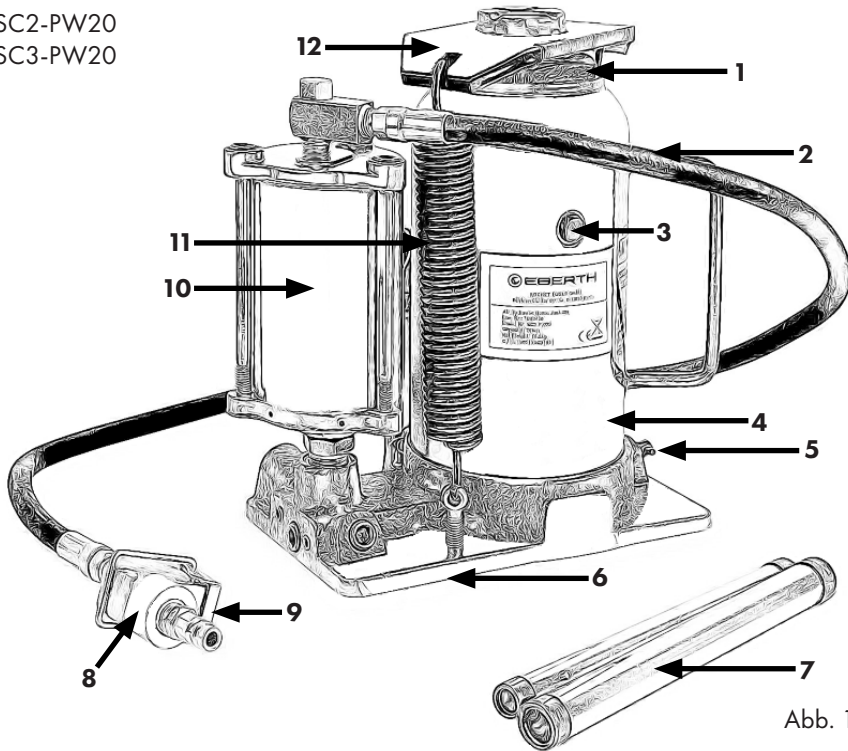

Abb. 1
**Legende Abbildung 1 & 2 (SC2-PW20)(SC3-PW20)**